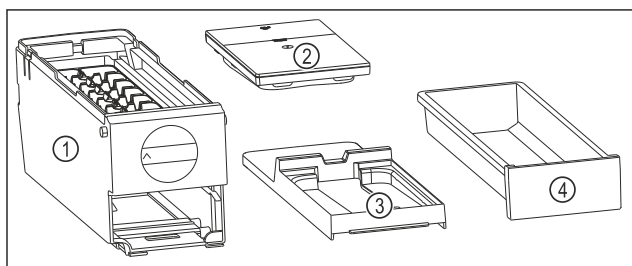

Fig. 214 Составные части EasyTwist-Ice
- EasyTwist-Ice разобран на четыре части. (см. Fig. 214)
- Разбирайте EasyTwist-Ice только на составные части, представленные на рисунке. (см. Fig. 214)
- Очищайте корпус EasyTwist-Ice Fig. 214 (1) как цельное устройство.